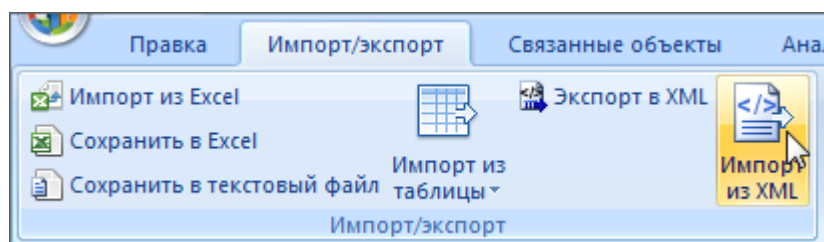

Рис. 13-249 – Импорт наработки из XML файла
1) Выбрать в основном или связанном окне «Наработка» папку или наработки, и нажать кнопку «Экспорт в XML» панели «Импорт/экспорт» (рис. 13-249).
3) Выбрать в рабочем окне «Наработка» папку, в которую будут добавлены данные из файла, и нажать кнопку «Импорт из XML» панели «Импорт/экспорт» (рис. 13-249).